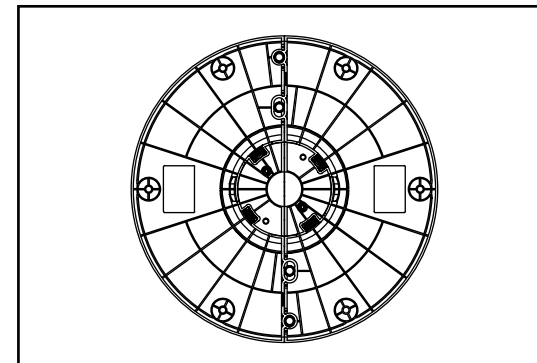

Abb. 3
- Den u-förmigen Ausschnitt des Fusses zum Kabelausgang ausrichten und den Fuss fest andrücken, damit die vier Verriegelungsglaschen einrasten, wie in Abb. 3 dargestellt.